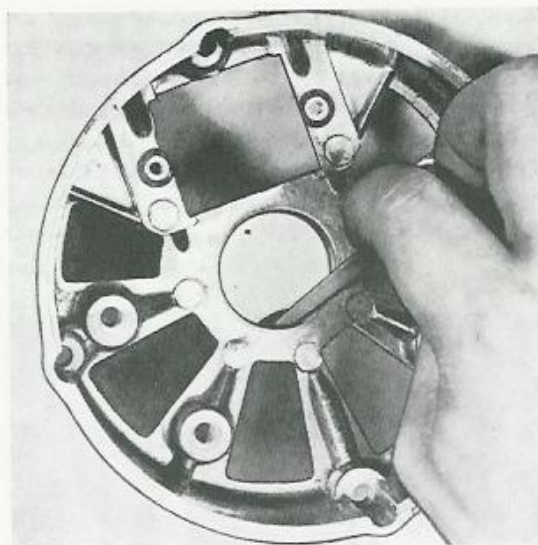

Bild 37. Demontering av O-ring
1. Ta bort O-ringens med ett stålblad med avrundade kanter (t.ex. bladmått), bild 37.